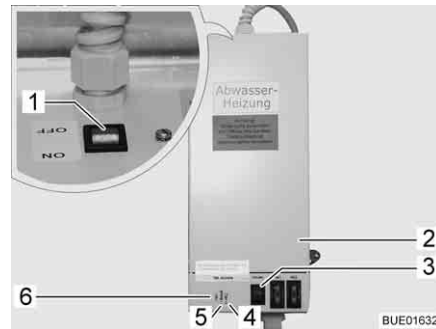

Bild 147 Trafo mit Regelgerät
Der Trafo 230 V AC/12 V DC (Bild 147,2) ist je nach Modell im Kleiderschrank oder in der Truhe der Sitzgruppe eingebaut.
- Kontroll-Leuchte (Bild 147,5) leuchtet grün: Regelung in Betrieb
- Kontroll-Leuchten (Bild 147,4 und 6) leuchten rot: Abwasserleitungen werden erwärmt
In das Gehäuse ist ein Prüftaster (Bild 147,3) integriert, mit dem das Regelgerät kurzzeitig in Betrieb genommen werden kann. Durch Drücken des Prüftasters lässt sich die Funktion der Erwärmung testen, auch wenn die Umgebungstemperatur über 5 °C liegt.
- Schalter (Bild 147,1) am Trafo (Bild 147,2) auf "ON" stellen.
- Schalter (Bild 147,1) am Trafo (Bild 147,2) auf "OFF" stellen.